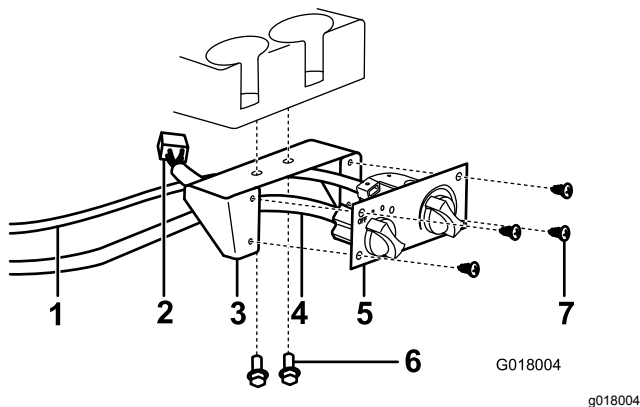

Рисунок 23
- Присоедините крепление органа управления обогревателем к приборной панели под подстаканниками с помощью 2 болтов с фланцем и гаек (Рисунок 23).
жгута проводов к органу управления обогревателем, а белый разъем жгута проводов — к обогревателю (Рисунок 23).
- Присоедините орган управления обогревателем к креплению органа управления с помощью 4 винтов для листового металла (Рисунок 23).